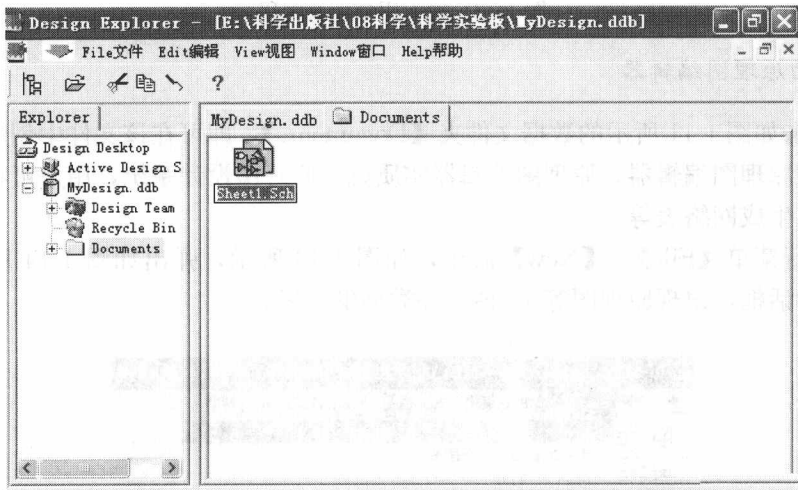

图 1-15 创建新原理图文件
3) 双击原理图文件类型图标 Schematic Document，完成新原理图文件的创建，如图 1-15 所示。